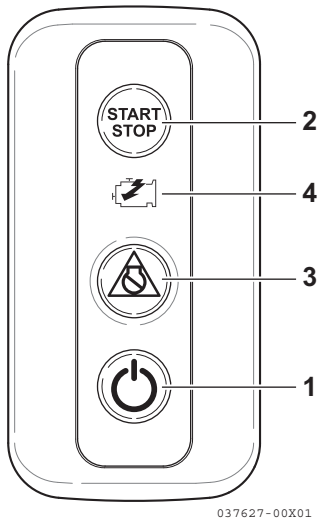

Figura 8
4. Prima o interruptor de energia no painel de interruptores da estação seleccionada (**Figura 8, (1)**).
9. Prima o botão ARRANCAR/PARAR motor (**Figura 8, (2)**) e ligue o motor de arranque.